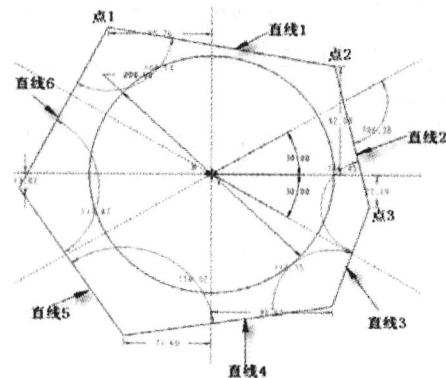

图 1-8 绘制六边形
**Step1** 单击“草绘器工具”工具栏中的“线”按钮 ，在圆外连续绘制 6 条首尾相接的直线 1、2、3、4、5、6（顺时针排列），捕捉直线 1 的起点作为直线 6 的终点，生成不规则的六边形，如图 1-8 所示。